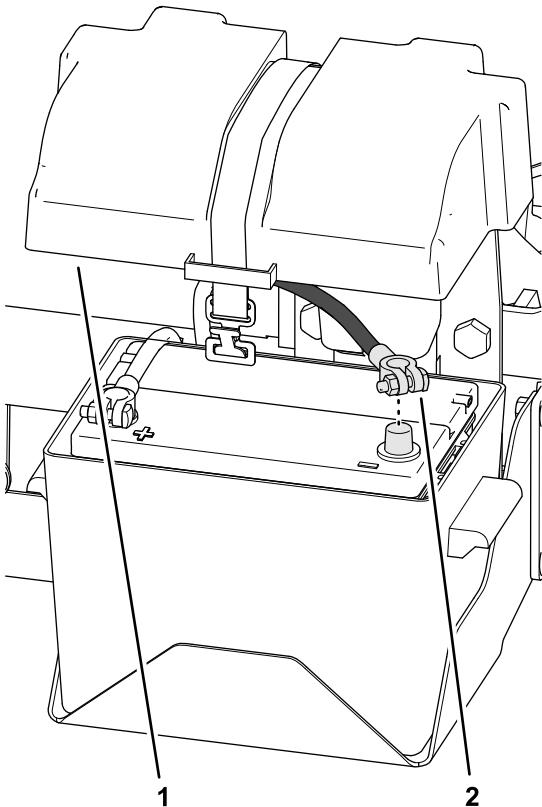

Bild 138
1. Schließen Sie das Minuskabel des Akkus an die Akkuklemme an (Bild 138).
- 2. Fluchten Sie die Akkuabdeckung mit dem Akkukasten aus und befestigen Sie die Abdeckung mit dem Gurtband (Bild 138).